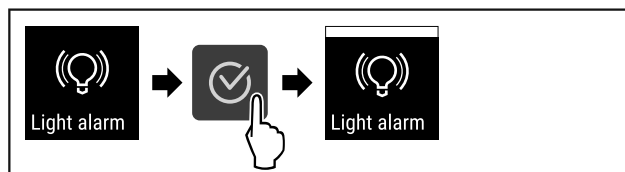

Fig. 89
- Végezze el a gyakorlati lépéseket (lásd Fig. 89).